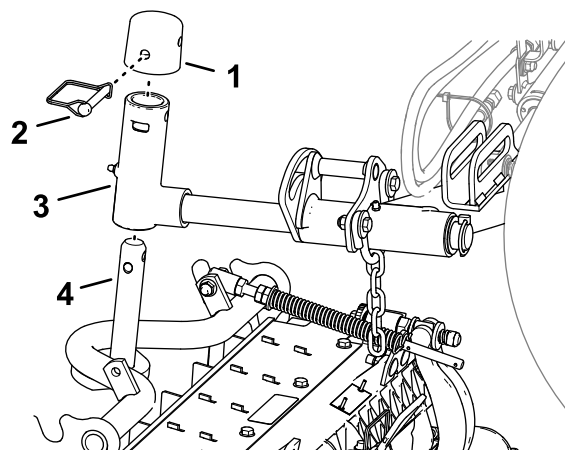

Figura 23
1. Glisai o unitate de tăiere sub braul de ridicare (Figura 23).